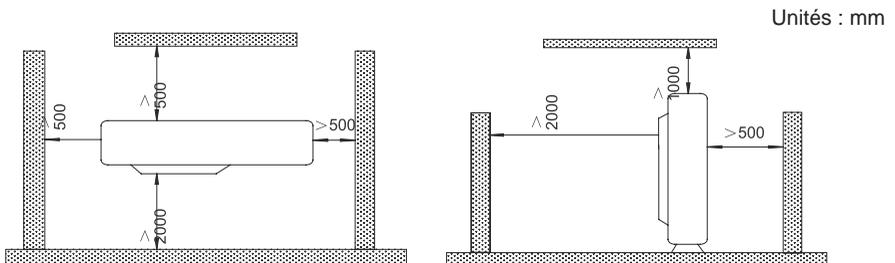

Fig.3
- (1). Installez l'unité extérieure là où elle évitera au maximum d'être salie et mouillée par la pluie.
- (2). Installez l'unité extérieure là où elle pourra facilement être connectée à l'unité intérieure.
- (3). Installez l'unité extérieure de manière à ce que l'eau des condensats puisse être évacuée librement pendant l'opération de chauffage.
- (4). Veillez à ce qu'aucun animal ni plante se trouve sur le circuit de l'air chaud.
- (5). Prenez en compte le poids de l'unité et choisissez un lieu où le bruit et les vibrations soient faibles.
- (6). Installez l'unité extérieure dans un lieu qui puisse supporter son poids et génère le moins de bruit et de vibrations possible.
- (7). D'après la Fig. 3, vérifiez que l'espace soit suffisant pour que le flux d'air ne soit pas bloqué. De plus, pour un fonctionnement efficace, laissez 3 des 4 directions de constructions périphériques ouvertes.